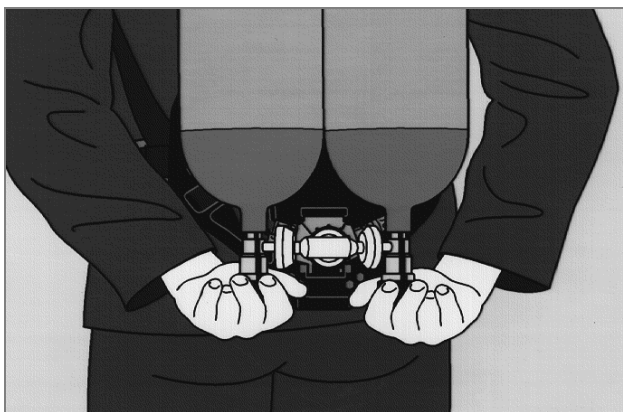

Bild 9
- Flaschenventile mit etwa zwei Umdrehungen öffnen (Bild 9).